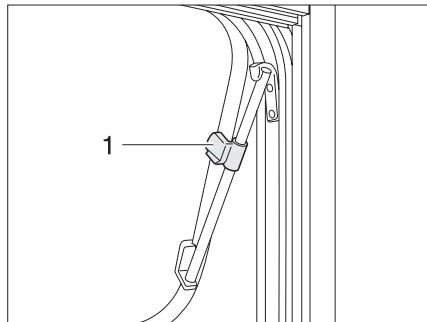

Bild 20 Överkantshängt fönster med drivspärrar, öppet
- ▶ Öppna det överkantshängda fönstret till önskad ställning och fäst med ratten (Bild 20,1). Det överkantshängda fönstret låses i önskat läge.
- ▶ Vrid på ratten (Bild 20,1) tills spärren lossas.